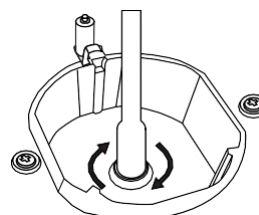

Figura 6
4. Scoateți duza prin rotire cu ajutorul unei șurubelnițe, așa cum este indicat în Figura 6, apoi înlocuiți-o cu una nouă.